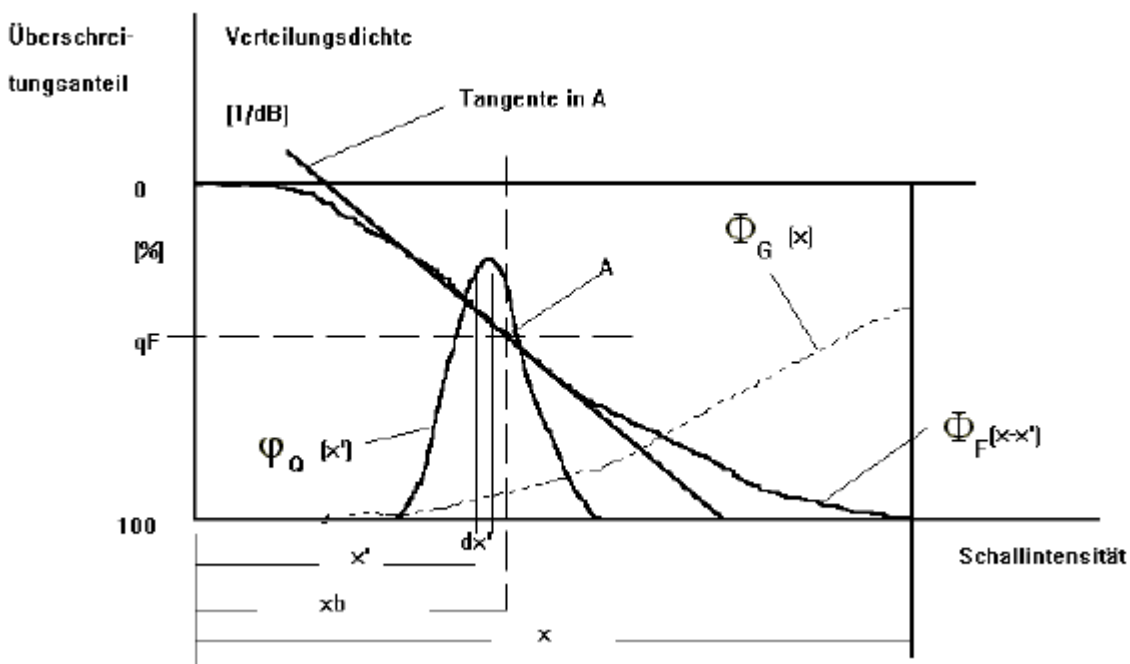

Bild 3: Zur Verknüpfung der Verteilungen im quasilinearen Bereich der Fremdgeräusch-Summenhäufigkeitsverteilung.
Geht man nun, wie in Bild 3 dargestellt ist, an einen Punkt A mit den Koordinaten $\{x_b; q_F = F(x-x_b)\}$ auf der Fremdgeräusch- Summenhäufigkeitsverteilung $F(x-x')$, in dessen Umgebung diese Verteilung annähernd linear verläuft, so kann man diese dort durch eine Gerade wie folgt annähern:
Wie aus Bild 3 und auch aus Gl. (8) ersichtlich, ist der Überschreitungsteil q von dem gewählten Summenwert x abhängig. Aus Gl. (8) folgt unmittelbar, dass der